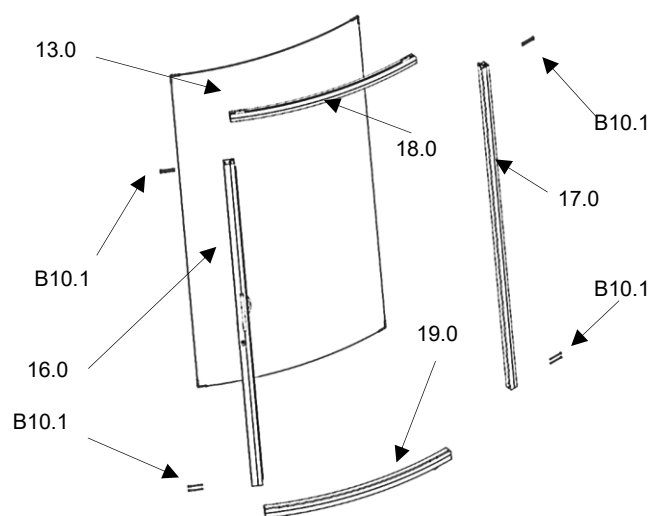

Abb.55
- die Verglasung (**13.0**) wird eingesetzt und mit dem Türprofil oben (**18.0**) fixiert, anschließend beidseitig mittels 4x Senkblechschrauben (**B10.1**) verschraubt. (Abb.55)